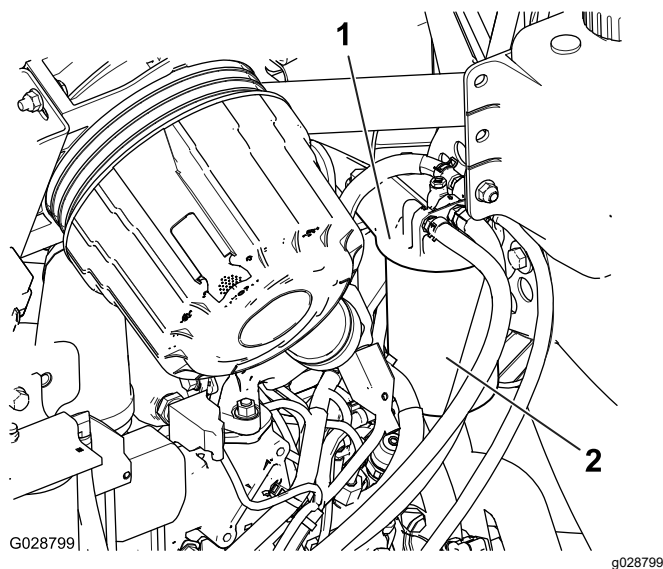

図 89
1. 燃料フィルタのヘッドの周囲をきれいに拭く図 89。
2. フィルタを外してフィルタヘッドの取り付け部をきれいに拭く図 89。